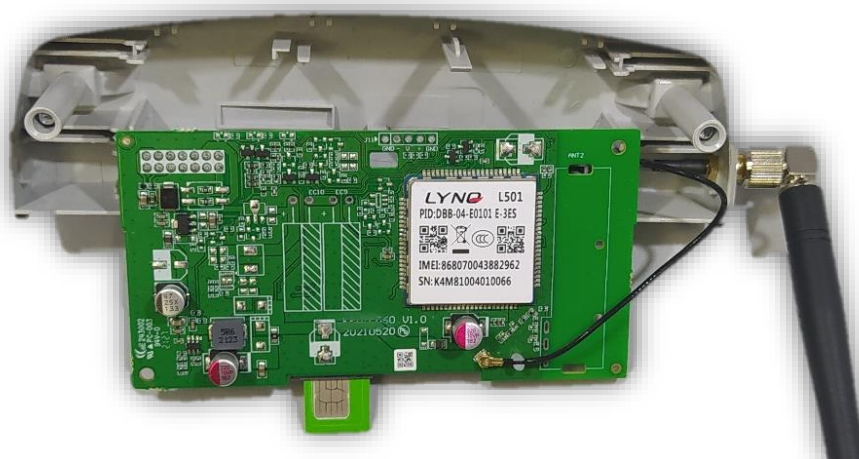

Рисунок 2 — Установка SIM-карты в GSM-модуль счетчика
3.6 В модификациях счетчиков с GSM-модулем перед установкой необходимо установить SIM-карту (рисунок 2).